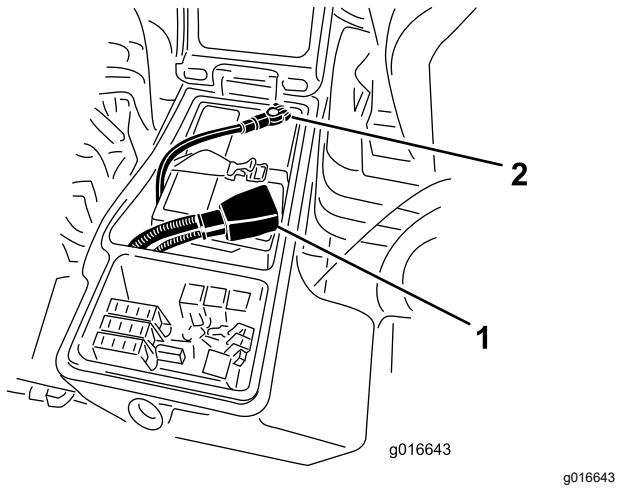

Bild 123
1. Schließen Sie das Pluskabel des Akkus am Pluspol des Akkus an (Bild 123).